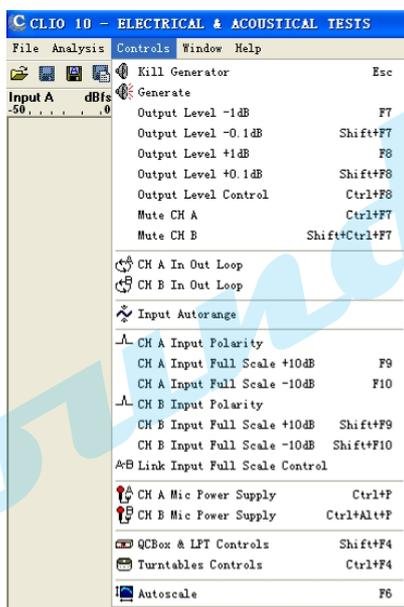

图4-27
1) [CONTROLS]控制菜单主要是实现对CLIO硬件的一些操控设定，如图4-27。